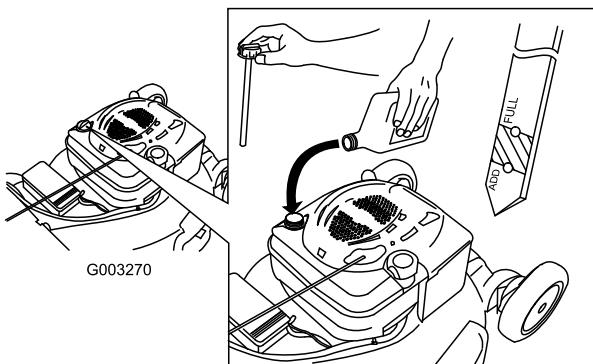

Рисунок 37
- Медленно** заливайте масло в маслозаливной патрубок до тех пор, пока уровень масла не достигнет отметки **Full (ЗАПОЛНЕНО)** на масломерном щупе (Рисунок 37). Проверка уровня масла с помощью щупа производится через 3 минуты после долива. **Не допускайте переполнения картера.** (Макс. объем масла: 0,59 л (20 унций.), тип: автомобильное моющее масло (SAE 30), имеющее классификацию API: SF, SG, SH, SJ, SL или выше.)